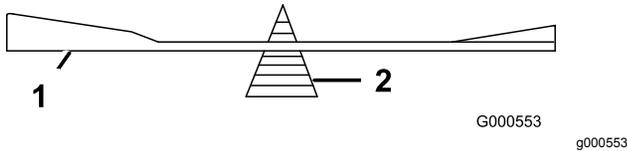

Figura 108
2. Verifique el equilibrio de la cuchilla colocándola sobre un equilibrador de cuchillas (Figura 108).